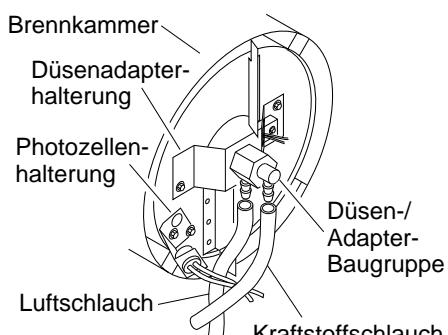
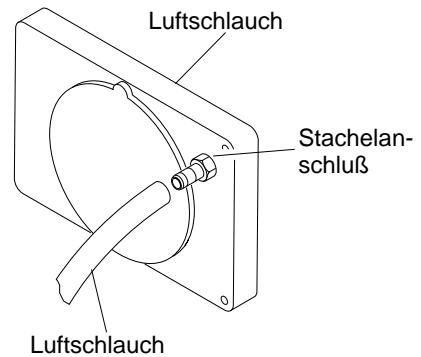

Abbildung 17 - Austauschen der Kraftstoff- und Luftsäume (nur Modelle B35CEH und B70CEH)
Abbildung 22 - Luftsäum an Stachelanschluß
14. Die Photozelle in der Photozellenhalterung montieren. Die Kabel wie in Abb. 17, 18 oder 19 auf Seite 12 dargestellt verlegen.
3. Den Kraftstoff- und Luftschauch von der Düsenbaugruppe entfernen (siehe Abb. 17, 18 oder 19).
4. Die Kraftstoff- und Luftsäume auf Risse und/oder Löcher überprüfen. Wenn der Kraftstoffschlauch beschädigt ist, muß dieser vom Düsenadapter (siehe Abb. 17, 18 oder 19) und Kraftstofffilter (siehe Seite 9) abgetrennt werden. Wenn der Luftsäum beschädigt ist, muß dieser vom Düsenadapter (siehe Abb. 17, 18 oder 19) und Stachelanschluß am Pumpendeckel (siehe Abb. 22) abgetrennt werden.
5. Einen neuen Luft- und/oder Kraftstoffschlauch montieren. Ein Ende des Luftsäums am Stachelanschluß des Pumpendeckels (siehe Abb. 22), das andere Ende am Düsenadapter befestigen (siehe Abb. 17, 18 oder 19). Ein Ende des Kraftstoffschlauchs am Kraftstofffilter (siehe Seite 9) und das andere Ende am Düsenadapter (siehe Abb. 17, 18 oder 19) montieren.
Bei den Heizgerätmodellen B35CEH und B70CEH müssen die Luft- und Kraftstoffschläuche wie in Abb. 17 dargestellt verlegt werden.